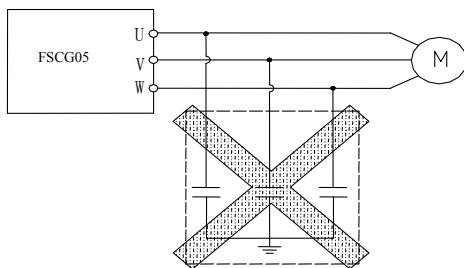

图 1-2 变频器输出端禁用电容器示意图
1.3.14 由于变频器输出U、V、W电压波型为PWM波,在输出侧若装有改善功率因数的电容或防雷用压敏电阻等,都会造成变频器故障或器件损坏,请务必拆除。变频器输出端禁用电容器示意图如下图 1-2所示: